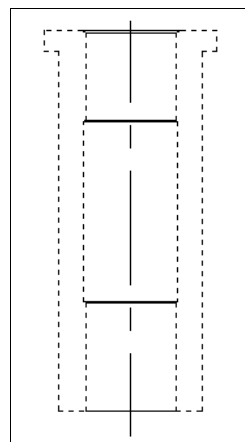
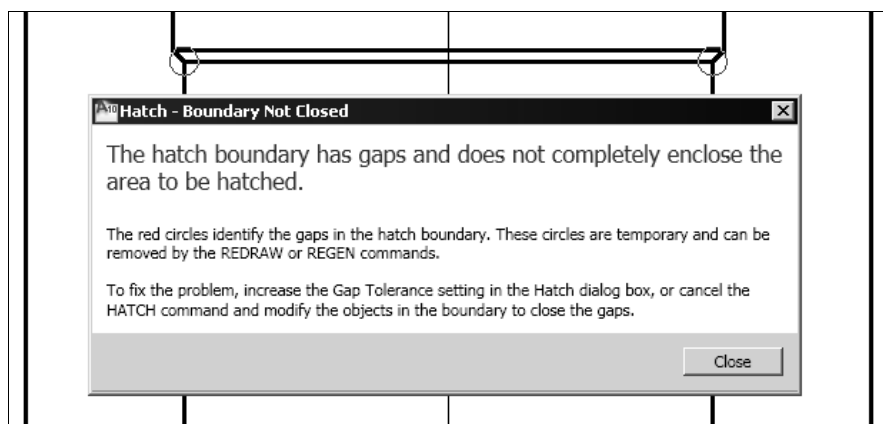

Рис. 10.3. Выделенный контур чертежа после указания внутренних точек
Рис. 10.4. Информационное окно о разомкнутом контуре для штриховки
8. Щелкните мышью в любой внутренней точке левой, а затем правой половины контура. Контур выделится точками (рис. 10.3). Нажмите клавишу <Enter> для возврата в диалоговое окно **Hatch and Gradient** (Штриховка и градиент). Если контур не замкнут, появится информационное сообщение (рис. 10.4) о том, что создание штриховки невозможно, а места разрыва контура будут отмечены красными кружками.